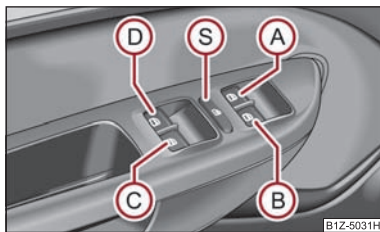

Fig. 33 Taste în portiera șoferului
Tastele pentru fiecare geam se găsesc în cotiera din ușa conducătorului ⇒ fig. 33, pasagerului din dreapta și în ușile din spate* ⇒ pagina 46.
Apăsând comutatorul de siguranță (S) ⇒ fig. 33, puteți scoate din funcțiune tastele din ușile din spate. Apăsând încă o dată comutatorul de siguranță (S), puteți restabili funcționarea tastelor din ușile din spate.
- Când se transportă copii pe locurile din spate, vă recomandăm să scoateți din funcțiune comutatoarele din ușile din spate (comutatorul de siguranță) (S) ⇒ fig. 33.